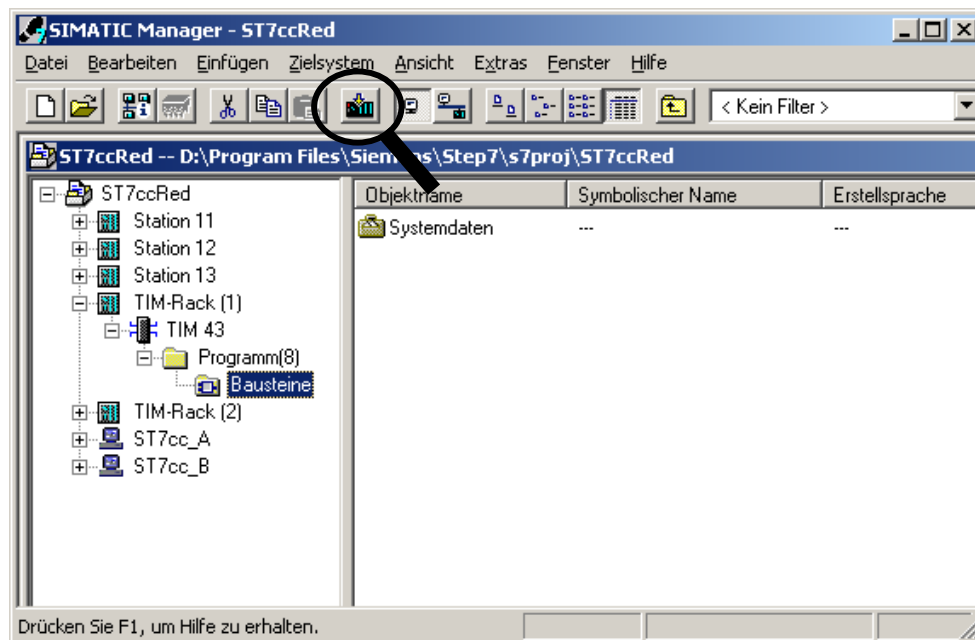

Bild 2-55 Laden der Systemdaten auf eine TIM
2. Selektieren Sie im rechten Fenster die *Systemdaten* und starten Sie den Ladevorgang durch einen Klick auf das Symbol *Laden* (siehe Bild 2-55).